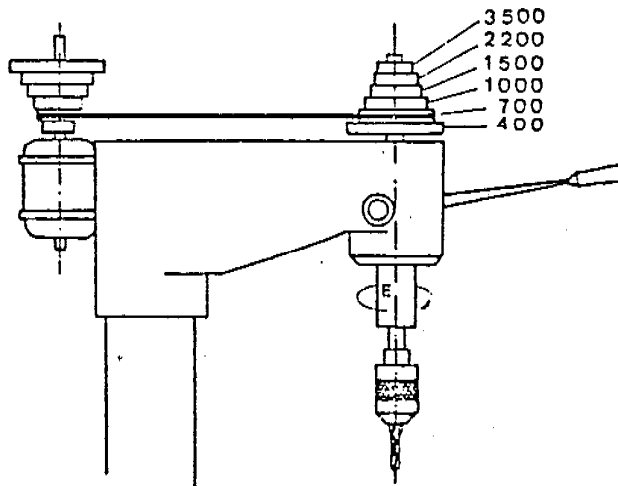

Fig. 9-14
10. Teniendo en cuenta la gama de r. p. m de la fig. 9.14 indicar con una flecha las poleas donde debe colocarse la correa para taladrar con una broca a la que le corresponden 1.300 r.p.m.